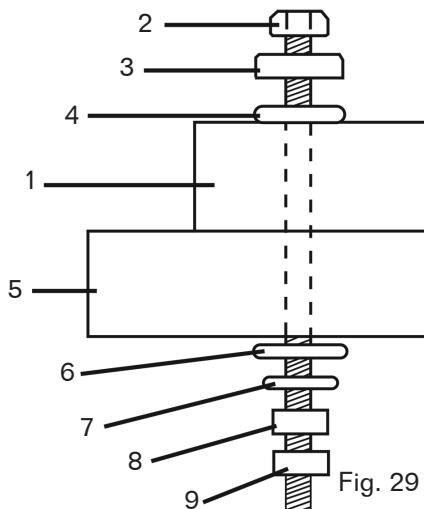

Fig. 29
Instrucciones de montaje (Fig. 29, 30)
1. Para uso estacionario, coloque la sierra en el lugar deseado, directamente sobre el banco de trabajo donde hay espacio para manipular y apoyar adecuadamente la pieza de trabajo. La base de la sierra tiene ocho orificios de montaje, cuatro orificios de 6,35 mm y cuatro de 9,53 mm. Seleccione los orificios de montaje correctos según el tamaño de los pernos utilizados. Asegure la base de la sierra ingletadora (1) a la superficie de trabajo (5), con el método de fijación que se muestra en la Fig. 29.